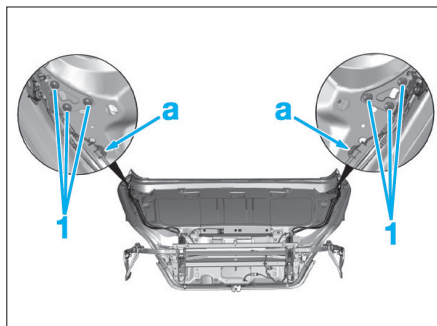

Fig. 136
- Déclipper les supports connecteurs en "a" (Fig.136).